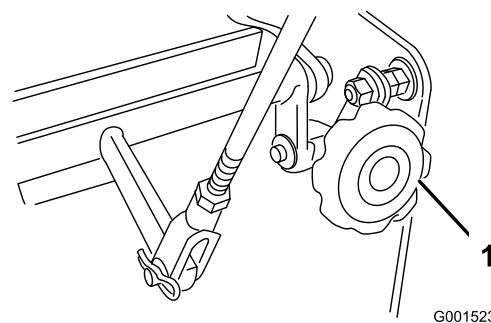

Figure 41
4. Si la machine se déporte d'un côté ou de l'autre, tournez le bouton de Quick-Track. Tournez le bouton à droite pour diriger la machine vers la droite et à gauche pour diriger la machine vers la gauche (Figure 41).